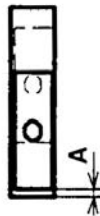

Рис. 4
<ol style="list-style-type: none"> 1. Установите шкалу стежка на «0» мм. 2. Поверните маховое колесо, чтобы установить игловодитель в его наинизшее положение. 3. Ослабьте винт ③ в балансире подачи. 4. Переместите игловодитель так, чтобы вход иглы ① совпадал с центром игольного отверстия в зубчатой рейке ② и надежно зажмите установочный винт. <p>Как проверить</p> <ol style="list-style-type: none"> 1. Установите шкалу стежков на максимум. 2. Поверните маховое колесо и проверьте зазор между отверстием в игольной пластине и зубчатой рейкой, как показано на Рис. 4, в положении, когда зубчатая рейка передвигается в лицевой конец. Дополнительно проверьте, не соприкасается ли зубчатая рейка с игольной пластиной в положении, когда зубчатая рейка передвигается в лицевой конец. <p>(Стандартное положение)</p> <ul style="list-style-type: none"> • При максимальном значении подачи, А = примерно 1,5мм. 	<ul style="list-style-type: none"> • Игольная пластина соприкасается с зубчатой рейкой, что вызывает неприятный шум. В результате чего игольная пластина и зубья могут быть повреждены. • Может привести к стежкам плохого качества.